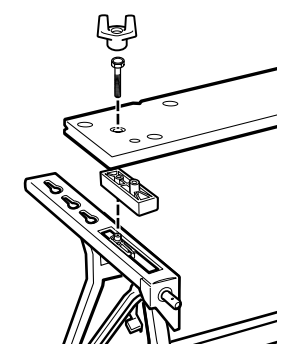

FIG. 6
- Closely examine the two front top blocks and the two rear ones. Note that the front blocks do not have a protruding tab on the bottom side where the rear blocks do. Select the front vise jaw, (B), and the two front top blocks, (K). Place the top blocks on the rails of the frame as shown in Figure 6.
- Install the front vise jaw on top of the top blocks so that the small holes at each end of the jaw fit down over the posts on the top side of the blocks. With the jaw positioned as described above insert into the frame as shown in Figure 6, insert two of the four bolts, (M) into the holes in the jaw and tighten them securely into the holes in the pivot nut. Use the socket wrench, (J) provided, shown in Figure 1.
- Examiner attentivement les deux cales supérieures avant et les deux cales arrière. Il faut remarquer que les cales avant ne comportent pas de protubérances sur le dessous comme les cales arrière. Prendre la mâchoire avant (B) et les deux cales supérieures avant (K). Placer les deux cales sur les rails du cadre comme le montre la figure 6.
- Placer la mâchoire avant sur les deux cales de sorte que les petits trous à chaque extrémité de la mâchoire se trouvent au-dessus des goujons des cales. Lorsque la mâchoire est installée de la façon décrite précédemment, l'insérer dans le cadre de la manière illustrée à la figure 6, placer deux des quatre boulons (M) dans les trous de la mâchoire et bien les serrer dans les trous filetés des écrous de pivot. Utiliser la clé à douille en plastique (J) fournie (fig. 1).